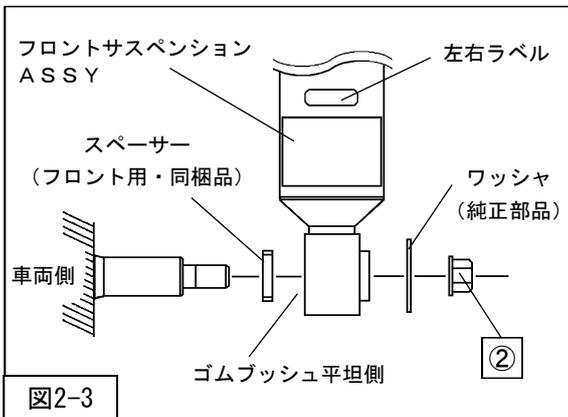

図2-3
- フロントサスペンションASSYロア取付け部の車両側のシャフトにスペーサー (フロント用・同梱品) を取付けてください。(図2-3)
- ワッシャ (純正部品) を挟み、②フロントサスペンションASSYロア取付ナット (BCNR33の締付トルク：108~127N・m) (BNR34の締付トルク：89~107N・m) を取付けてください。(図2-3・図2-4)